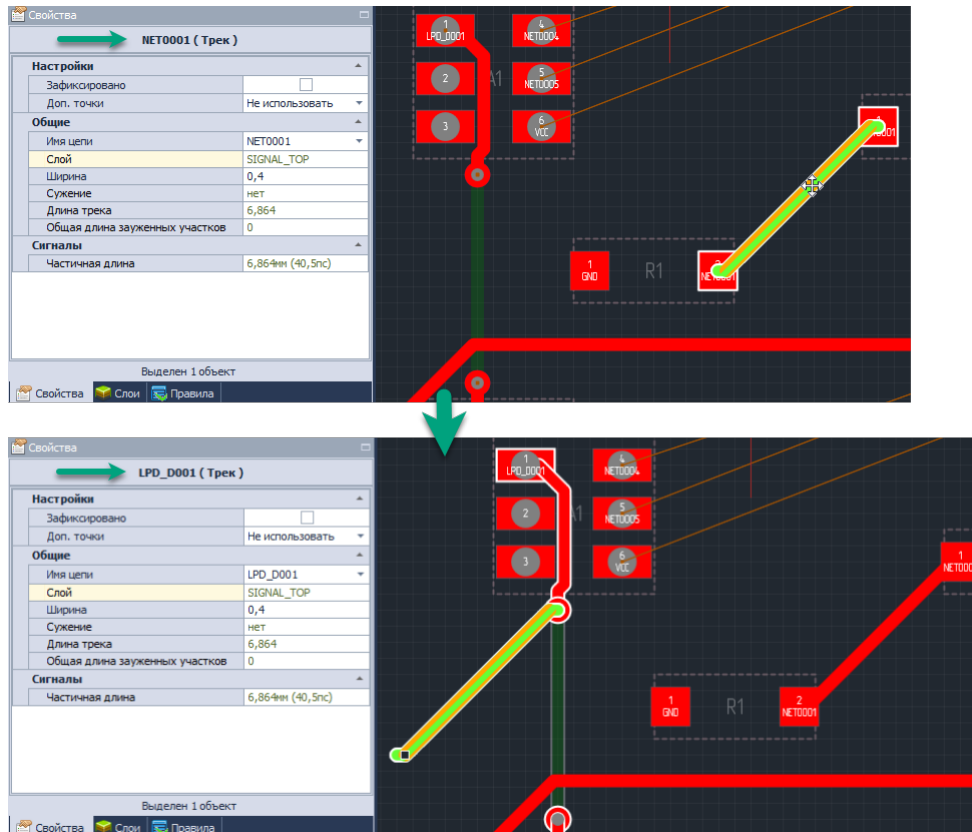

Рис. 376 Изменение цепи копии объекта при вставке с наложением на другой элемент печатного монтажа
**Пример!** Копируемый трек принадлежал цепи «NET0001», а после размещения его копия принадлежит цепи «LPD\_D001», так как при размещении копия объекта была совмещена с контактной площадкой, принадлежащей цепи «LPD\_D001», см. Рис. 376 (копирование обозначено оранжевой стрелкой).